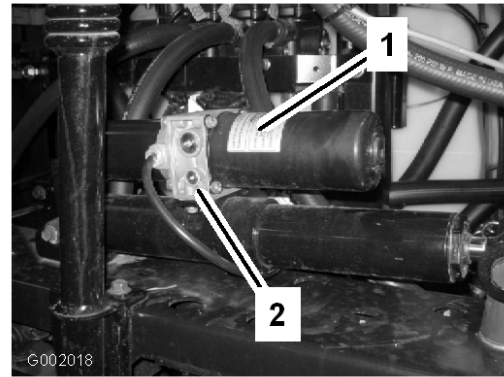

Figura 60
1. Localice la válvula de alivio manual en el actuador de cada brazo. La válvula de alivio manual es la válvula más pequeña, y se encuentra solamente en un lado del cuerpo del actuador (Figura 60).